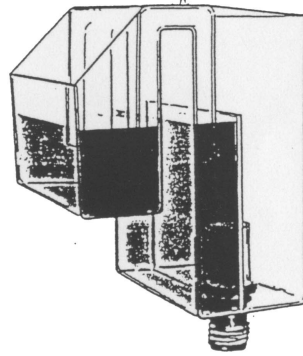
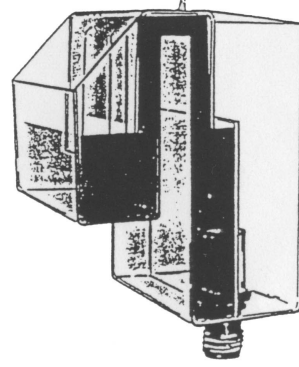

Abb. 3
Abb. 4
5. Füllen Sie die Kammer vor dem Ablauf mit Aquarienwasser (Abb. 3). Zum Start des Überlaufes muss die Luft aus dem Überlaufkasten gesaugt werden. Dazu wird am oberen Anschlussnippel ein Luftschlauch angeschlossen und dieser entweder an eine Strömungspumpe (s. Abb. 4) angeschlossen oder abgesaugt.